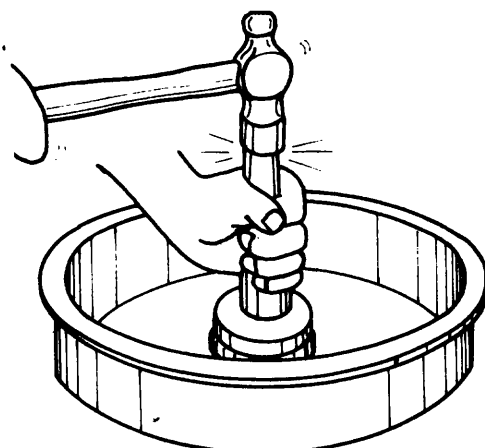

Fig. 3
- c Coloque el rodamiento interior en la cubeta e instale el retén (fig.3).